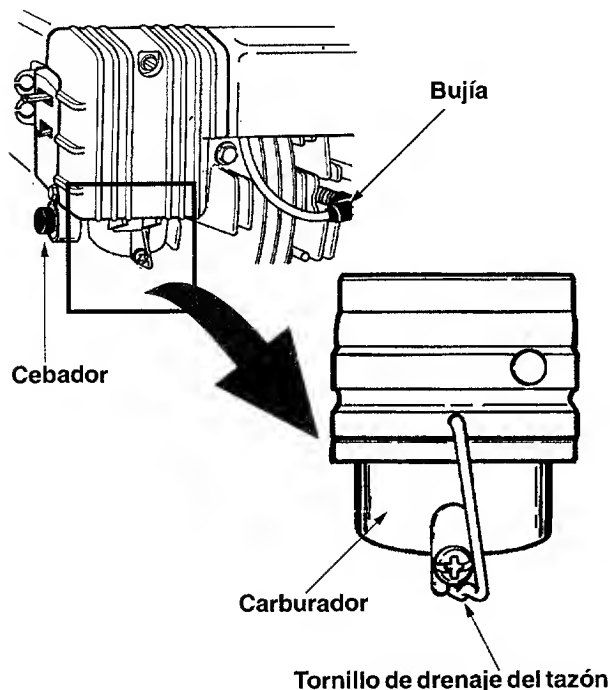

Figura 26
- Drene el carburador extrayendo el tornillo de drenaje del tazón que está ubicado debajo del carburador. Vea la Figura 26.